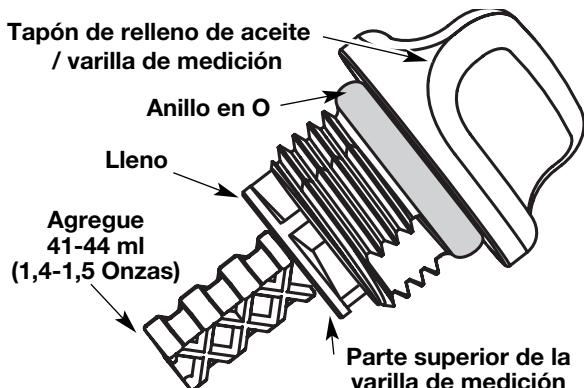

Fig. 52
5. Retire el tapón de llenado de aceite / varilla de medición e inspeccione el nivel del aceite. El aceite debe llegar hasta la parte superior de la varilla de medición (Fig. 52).